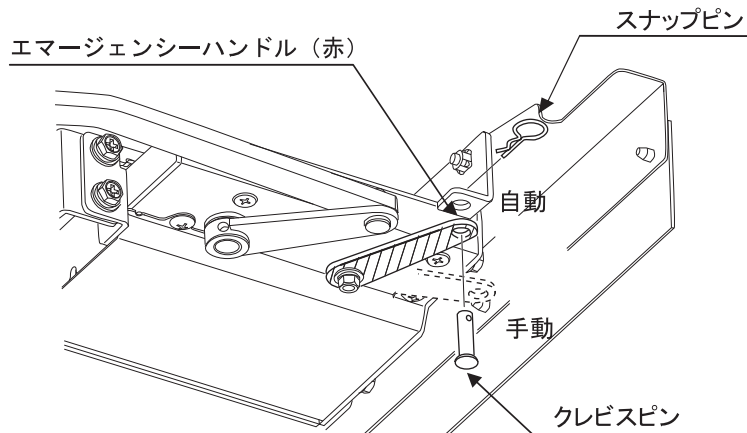

図1
- ①インストルパネル右下についているステップ用メインスイッチを“OFF”にします。
- ②『電動サイドステップ』前方にあるスナップピンを抜き、次にクレビスピンを抜いてください。(図1)